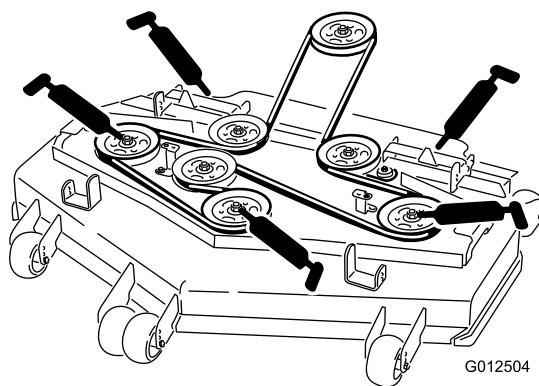

Figura 30
4. Ingrassare i tre cuscinetti del mandrino finché il grasso non fuoriesce (Figura 30).
5. Lubrificare i raccordi sui bracci di spinta (Figura 30).